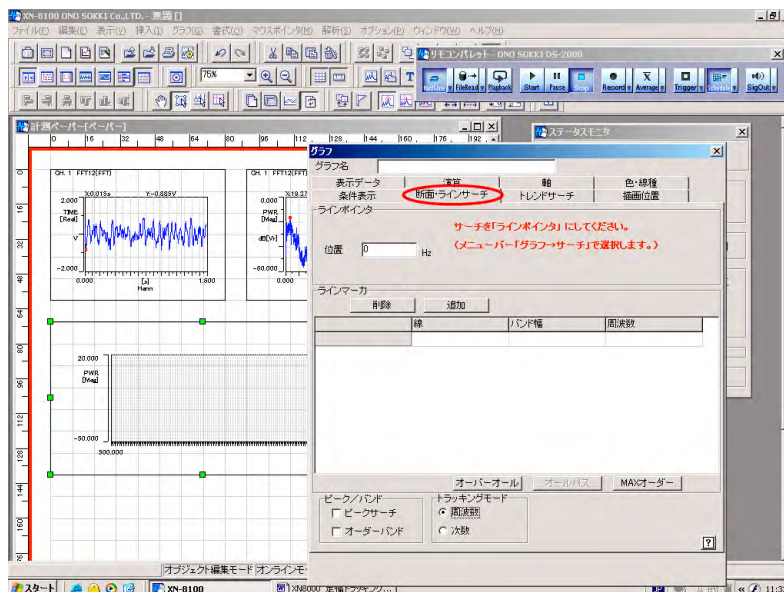

図 16
- ⑥ トレンドグラフをクリックしてアクティブにし、続けてダブルクリックして [グラフ] プロパティを開きます。
⑦ [断面・ラインサーチ] ページをクリックします (図 16)。